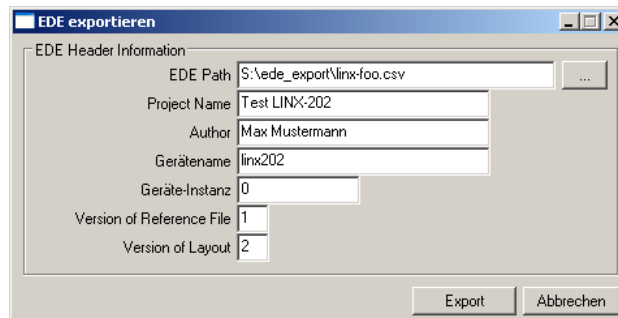

Abbildung 127: Dialog zum EDE-Export.
2. Klicken Sie mit der rechten Maustaste und wählen Sie **Exportiere EDE ...** aus dem Kontextmenü aus. Dies öffnet den Dialog EDE-Export, in dem Sie die Informationen zum EDE-Header, wie in Abbildung 127 gezeigt, eingeben müssen.